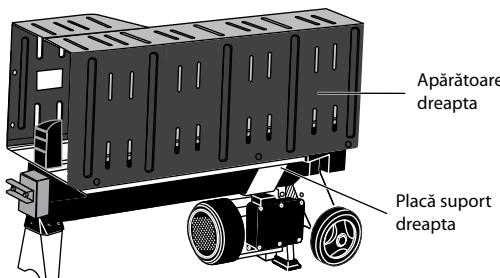
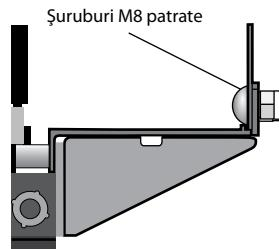
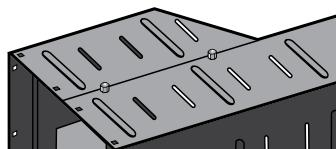

Fig. 2a
Fig. 2b
Fig 2c
4. Introduceți apărătoarea dreapta în canelura plăcii de susținere dreapta, asigurați-vă că orificiile apărătoarei dreapta sunt aliniate cu orificiile plăcii de sprinj din dreapta, utilizați 3 șuruburi M8 pătrate și 3 buc. Piulițe blocare (Fig.2a, Fig.2b). Apoi utilizați 2 șuruburi M8 pătrate și 2 piulițe blocare pentru a conecta apărătoarea dreaptă cu apărătoarea stângă (Fig.2c).